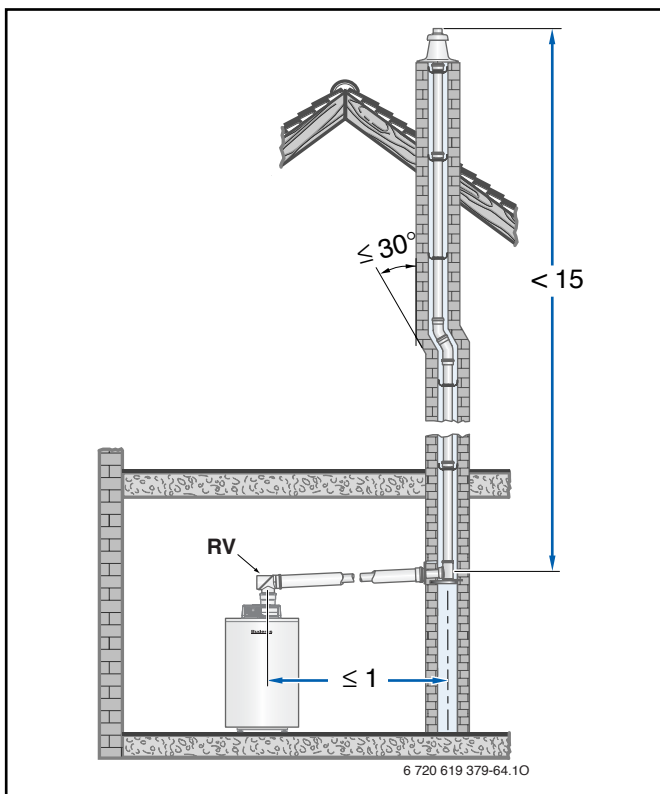

Figura 95 Esempio di disposizione di apertura di ispezione per condotto fumi orizzontale senza deviazione in locale di posa (quote in m)
- sul lato anteriore nella sezione dritta, orizzontale del condotto dei fumi lontano al massimo 1 m dalla deviazione nella sezione verticale, purché non vi sia in mezzo alcuna deviazione (→ figura 95), oppure
- l'apertura di ispezione inferiore è eseguita secondo DIN 18160-1 e 18160-5 ( $\rightarrow$  figura 95)